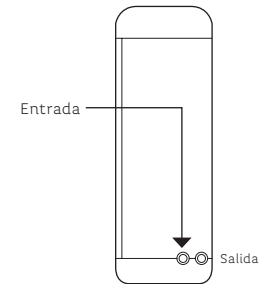

Figura 21.
c. Ubica el puerto "Entrada" detrás del Purificador. Específicamente, el que se encuentra del lado izquierdo (ver Figura 21).